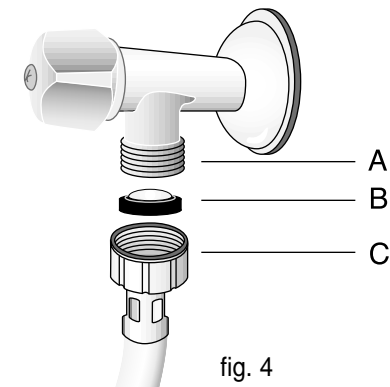

fig. 4
- Plaats filter B (fig. 4) in de slang (C), alvorens deze aan de kraan (A) te bevestigen;